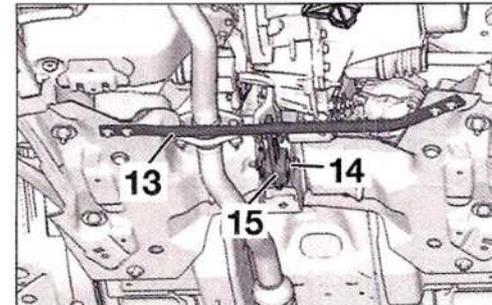

FIG. 5
- Los tornillos de fijación del soporte de mando (10)
- La barra antiacercamiento (13) (Fig.5).